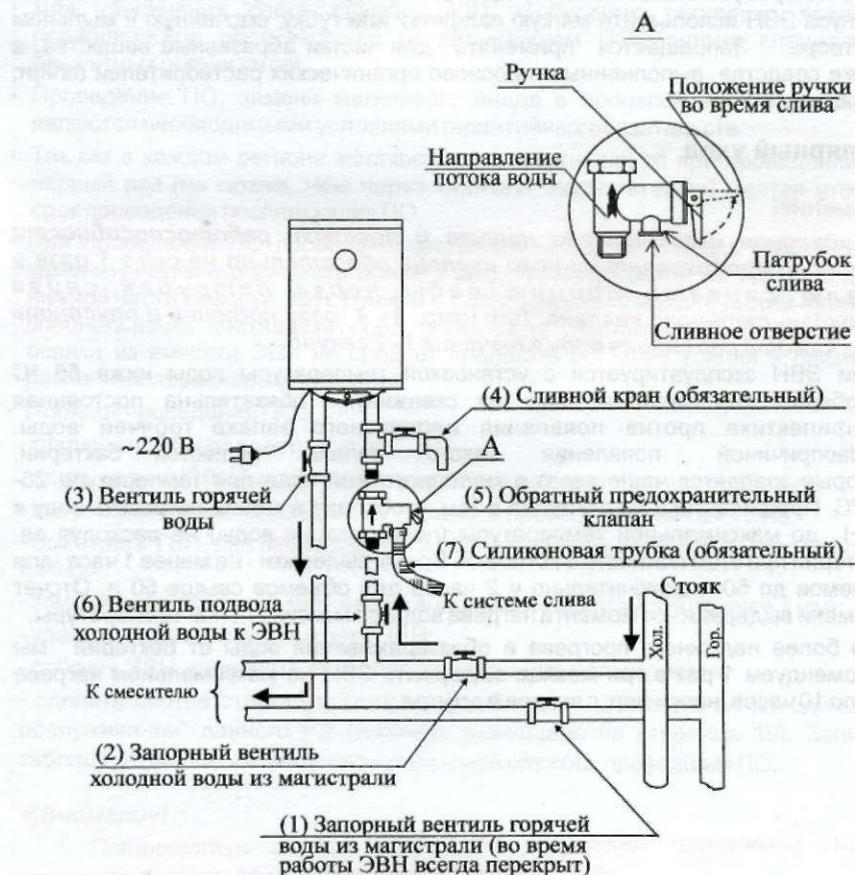

Рисунок 5 - Схема подключения к водопроводной сети
- Заполните ЭВН водой. Для этого перекройте запорный вентиль горячей воды из магистрали (1), закройте сливной кран (4), откройте запорный вентиль холодной воды из магистрали (2), вентиль подвода холодной воды к ЭВН (6), вентиль горячей воды (3) и кран горячей воды на смесителе. ЭВН заполнен, когда из крана горячей воды на смесителе начнет вытекать, с полным напором, вода. Закрыть кран горячей воды на смесителе (см. рисунок 5).
- При необходимости полного слива воды из ЭВН (например, при профилактике) надо отключить ЭВН от электрической сети, перекрыть вентиль подвода холодной воды к ЭВН (6), вентиль горячей воды (3) должен быть открыт, открыть кран горячей воды на смесителе и сливной кран (4), через который и слить воду (см. рисунок 5).